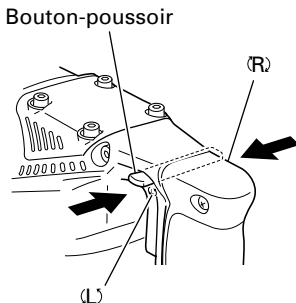

Fig. 6
9. Vérifiez la direction de rotation de la mèche (Fig. 6)
Cette perceuse à percussion peut être mise sur le mode de rotation uniquement en appuyant sur le bouton-poussoir et en tournant le sélecteur vers le repère  T. (Fig. 6)